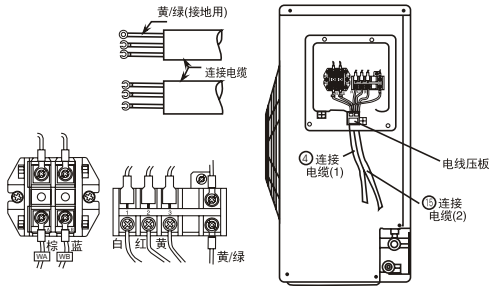

图15
- (1) 把连接电缆按电气接线图所示正确地牢固连接。(紧固力为 $0.8 \sim 1.5\text{N} \cdot \text{m}$)
- (2) 用电线压板将连接电缆压住后，用螺钉紧固，按 图15安装。